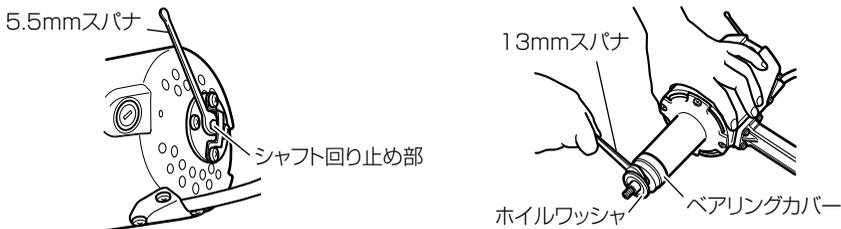

図 4
- (2) ホイルワッシャを取りはずす場合は、図 4 に示すように 5.5 mm スパナをシャフト後端部の回り止め部にあてがってシャフトの回るのを止め、13 mm スパナをベアリングカバの切欠け部にあてがい、ベアリングカバをトイシ側から見て左に回しますとホイルワッシャは切欠け部に押されてはずれます。このときシャフトおよびボールベアリングが若干前へ出てきますが、ベアリングカバを締付けますと元の状態に戻ります。
部品名は図 1、図 4 をご参照ください。